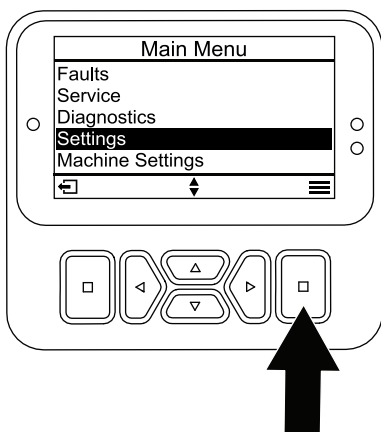

Bild 32
1. Blättern Sie vom HAUPTMENÜ zum Menü EINSTELLUNGEN und drücken Sie die Auswahltaste (Bild 32).